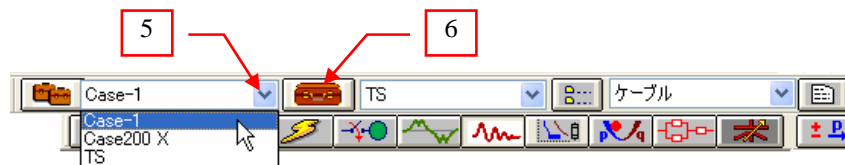

図 2
5. “スタディケース” プルダウンボックスからステップ4で作成したスタディケースを選択する。図 2 参照
6. “スタディケースを編集” ボタンをクリックし、“Case-1” のステディ情報を変更します。図 2 参照